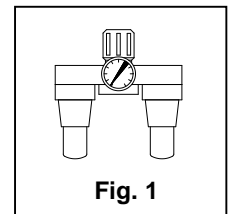

Fig. 1
- 2.3 Installer un ensemble épurateur-lubrificateur ( fig. 1 ) et purger tous les jours le réservoir du compresseur. L'eau d'une ligne d'air peut endommager l'élévateur.